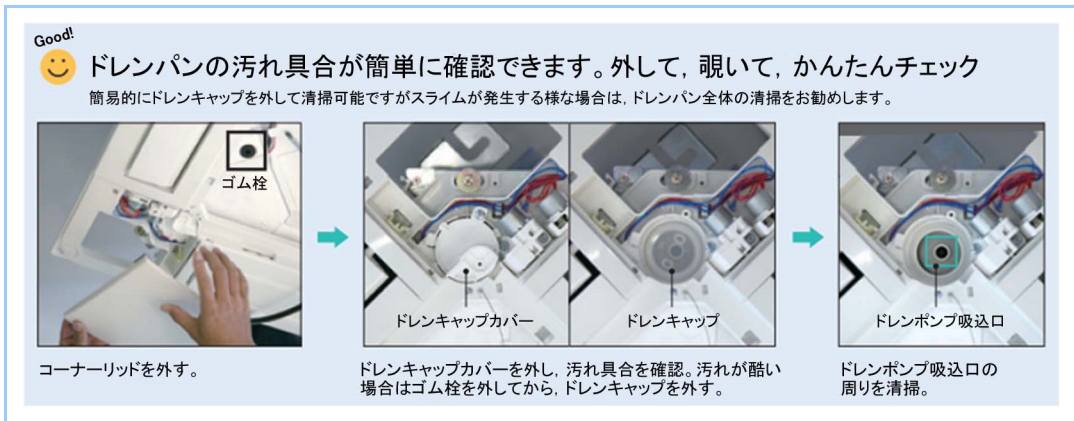

図5 ドレンパン確認窓及び簡易清掃口の追加
- ・ ドレンパン確認窓及び簡易清掃口の追加: ビル衛生管理法でドレンパンの汚れ状況を月1回点検することが定められている。新 FDT ではドレンポンプの直下に取り外し可能な点検窓を準備し(図5)、ドレンパンの定期点検を容易にした。また点検窓を取り外し可能とすることにより、ドレンパンを外すことなくドレンポンプの簡易清掃が可能となり、メンテナンス性を向上した。